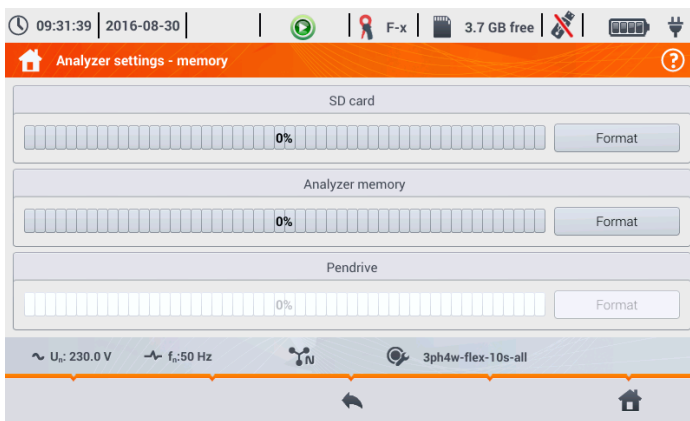

Fig. 16. Ajustes del analizador - memoria.
- **MEMORIA** – muestra información acerca de espacio libre en la tarjeta SD, la memoria interna del analizador y el conectado dispositivo de almacenamiento USB (pendrive) (Fig. 16). Cada una de estas tres memorias se puede formatear haciendo clic en el botón